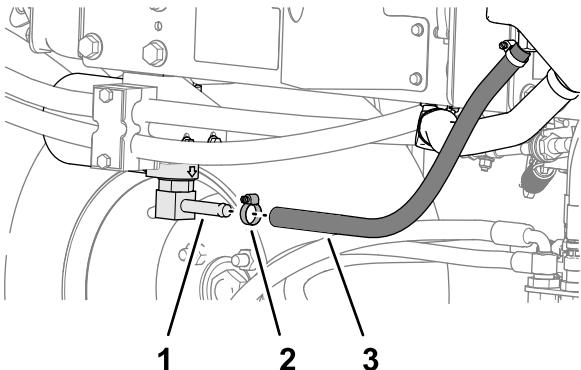
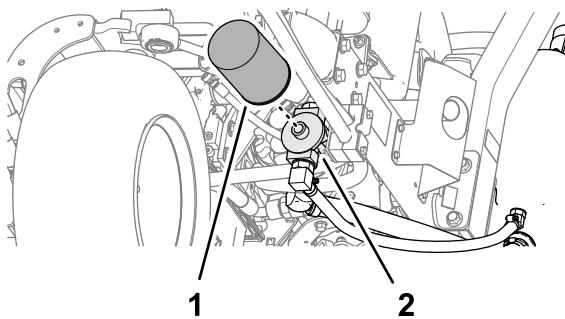

Рисунок 83
Рисунок 84
- Отсоедините гидравлический шланг (Рисунок 83) или снимите гидравлический фильтр (Рисунок 84) и дайте гидравлической жидкости стечь в сливной поддон.